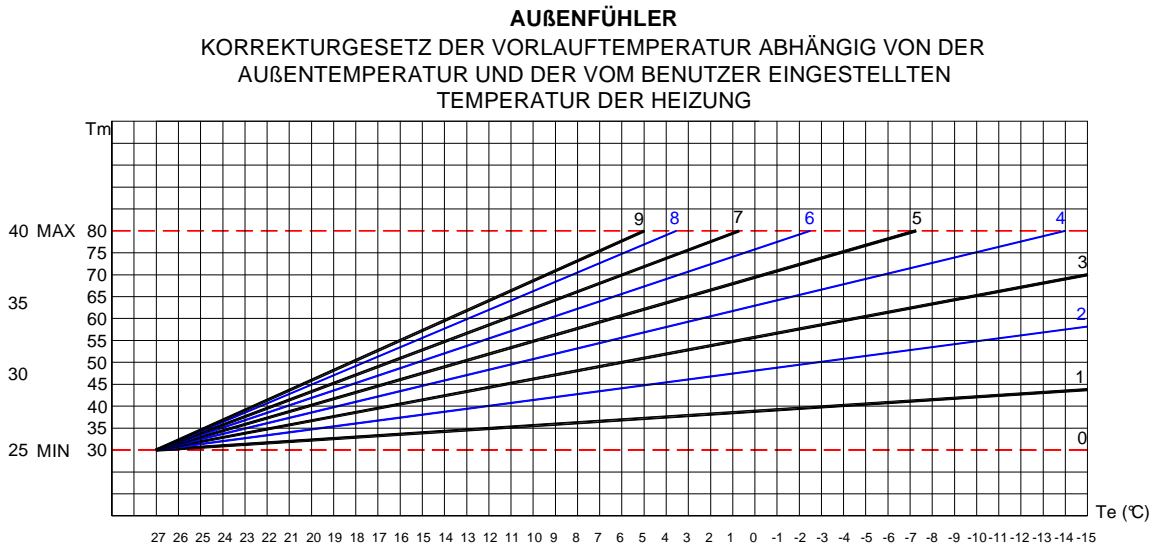
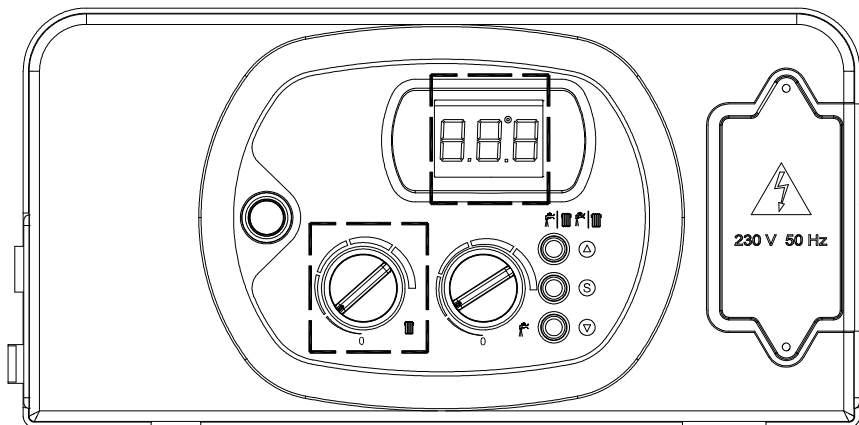

Abb. 1 TM-MAX/MIN = Temperaturreihe ausgewählter Vorlauf
Abb. 2
- Im Falle der direkten Verbindung des Außenfühlers auf die Leiterplatte erfolgt die Einstellung der klimatischen Kompensationskurve durch Einwirken auf den Einstellknopf Heizung. Dreht man Knopf (Abb. 2), wird die Nummerierung entsprechend den Kurven der Grafik Abb. 1 dargestellt.
Das Korrekturgesetz ist in der Grafik der Abbildung 1 gezeigt.